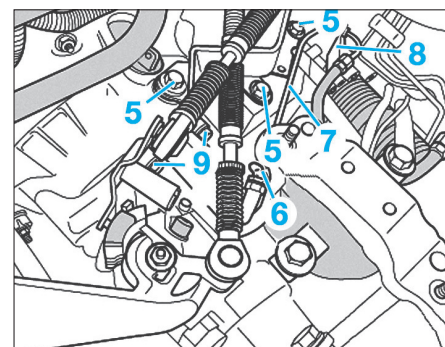

FIG. 8
- le câble de commande avec le levier de commande des vitesses (2).
- Retirer le segment d'arrêt (3) du levier de sélection et déposer le levier avec le câble de sélection.
- Déposer les vis (5) du contre palier de câble (Fig.8), si nécessaire dégrafer le flexible du contre palier de câble.